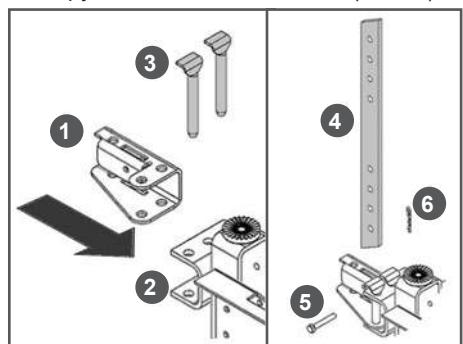

Рис. 5 Установка сошника
- Для устойчивости мотоблока установите сошник. Установите кронштейн 1 сошника в кронштейн 2 рамы мотоблока (Рис. 5). Совместите отверстия в кронштейнах сошника и рамы и вставьте пальцы 3 (Рис. 5). Установите сошник 4 в кронштейн сошника (Рис. 5). Вставьте сошник в специальный паз кронштейна, совместите нужное отверстие в сошнике с отверстием в кронштейне и вставьте палец 5 крепления сошника (Рис. 5). Зафиксируйте палец шплинтом 6 (Рис. 5).